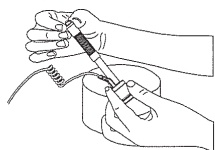

Figura 1
1. **Caricamento (Vedere Figura 1)**